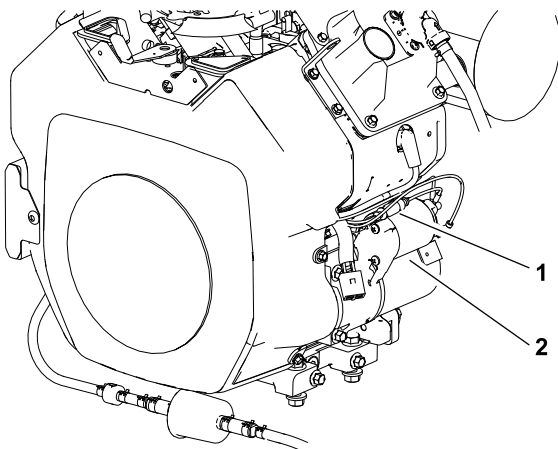

Figura 41
2. Cerca del motor de arranque, separe las dos mitades del portafusibles en línea del arnés de cables del motor (Figura 41).
5. Ensamble las mitades del portafusibles en línea (Figura 41).